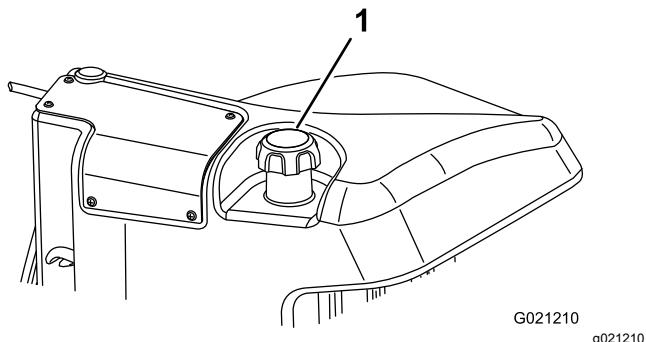

Figura 28
- Retire a tampa do depósito de combustível (Figura 28).